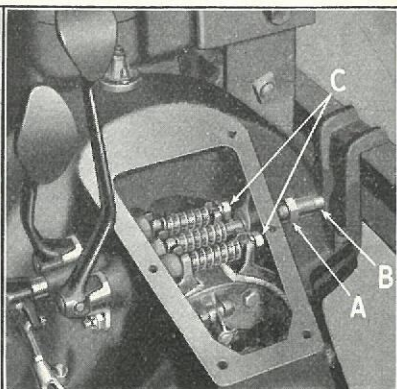

Fig. 132
- 203** Aftag Gearkassedækslet (Fig. 299-B) og løs Transmissionsbaandene ved at løsne Lavtgearets Laasemøtrik (Fig. 132-A), Justeringskruen »B« og Justeringsmøtrikkerne »C«.